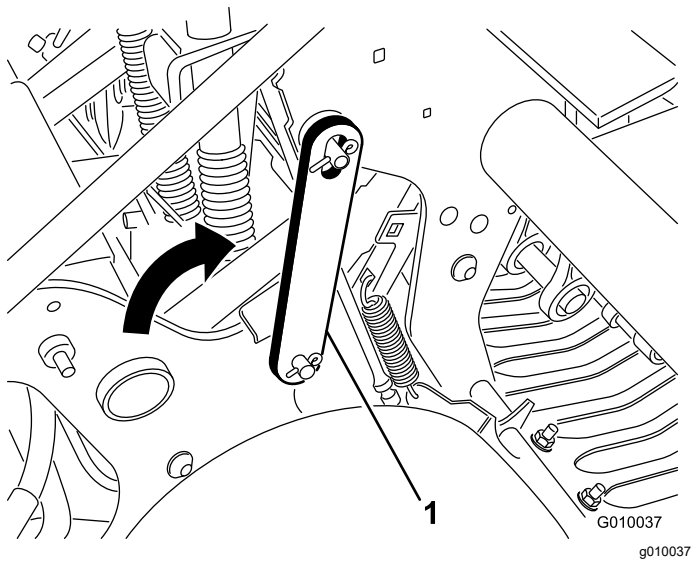

图 19
4. 向后转动检修门并将其插入打孔头销图 19。用锁紧环将门固定。